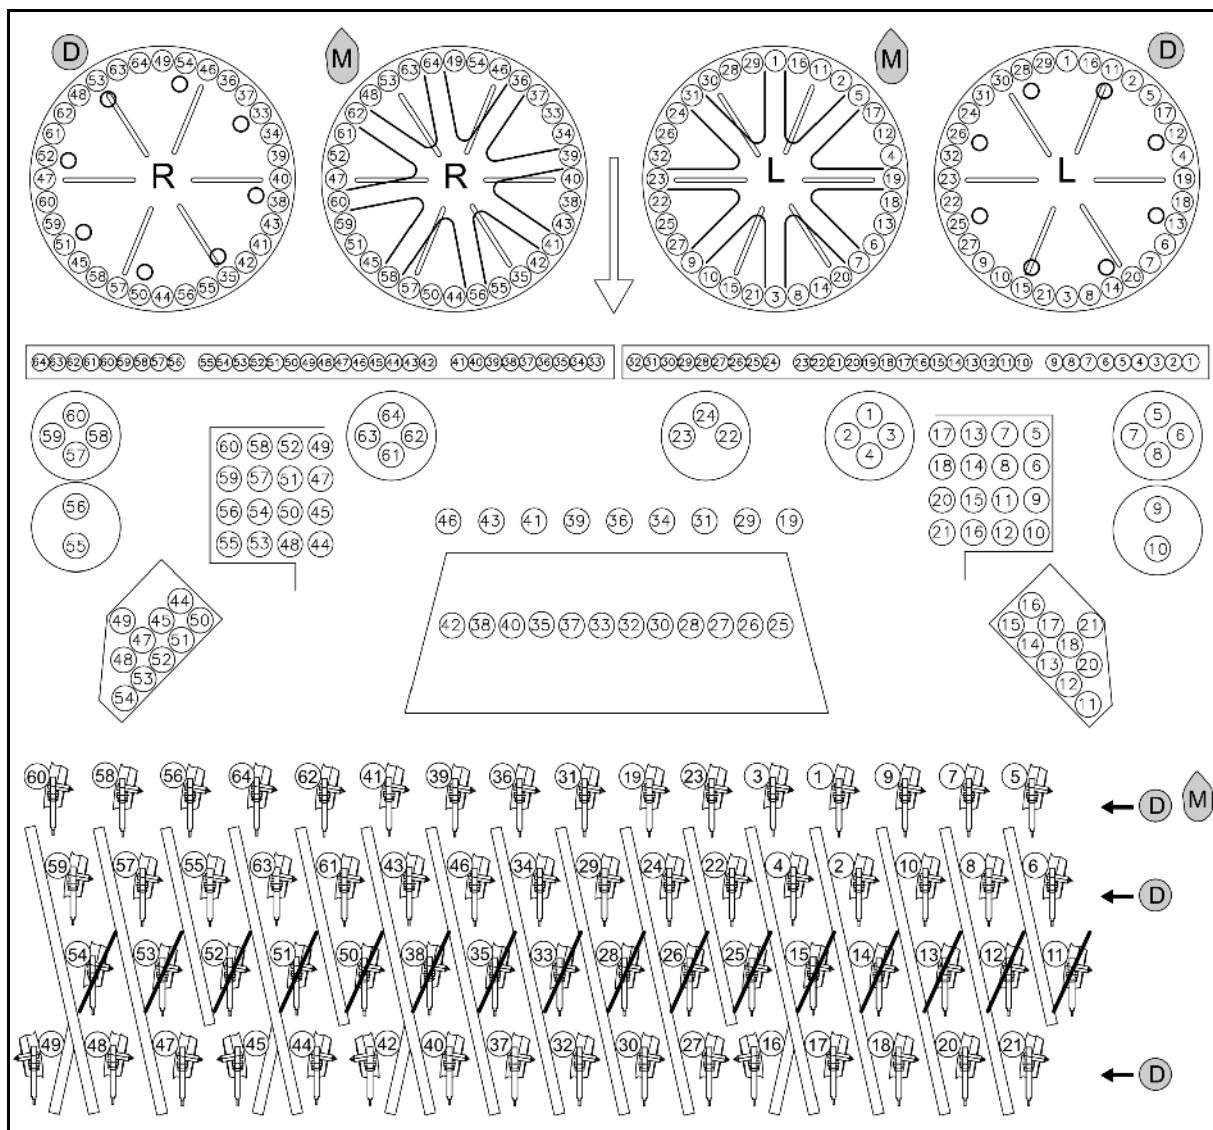

Рис. 38
- Кукуруза **M**: установите заслонки согласно Рис. 38.
- Удобрения **D**: установите заглушки согласно Рис. 38